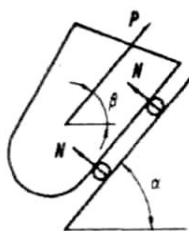

Рис. 2
21) Как усилие нормального давления N (рис.2) зависит от направления скорости V движения скипа?